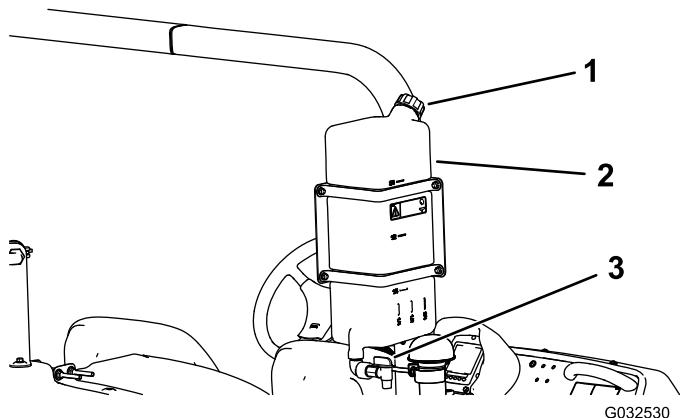

图 27
- 若要为水箱加水请旋开水箱顶部的盖子然后向水箱中注入清水然后再盖上盖子 图 27。
- 若要打开清水箱龙头请转动龙头上的阀柄 图 27。